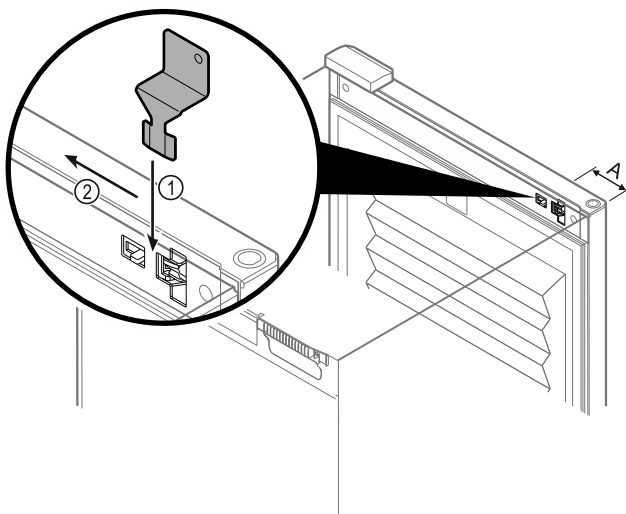

Fig. 215
- ▶ Notentriegelungsschlüssel an vorgegebener Stelle positionieren Fig. 215 (A) \approx 100mm.
- ▶ Notentriegelungsschlüssel zwischen Tür und Gerätekorpus von oben bis zum Anschlag einstecken Fig. 215 (1).
- ▶ Notentriegelungsschlüssel in Richtung Scharnierseite ziehen Fig. 215 (2).